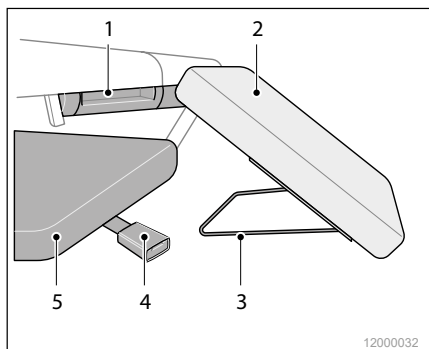

Abb. 17 Bettverlängerung
2. Öffnen Sie das Gurtschloss (Abb. 17/4) und nehmen Sie beide Teile der Bettverlängerung (Abb. 17/2 und 5) unter der Sitzbank heraus.
3. Hängen Sie die Bettverlängerung von unten in den dafür vorgesehenen Bügel (Abb. 17/1) unterhalb der Sitzkante ein (auf linken und rechten Teil achten).
4. Heben Sie den Sitz an und klappen Sie den Bügelfuß (Abb. 17/3) herunter. Im Winkel von 90° lässt sich der Bügelfuß zum Fixieren nach oben drücken.
- ▶ Werden die Bettverlängerung unter der Sitzbank aufbewahrt, müssen sie mit dem Gurt (Abb. 17/4) gesichert werden.